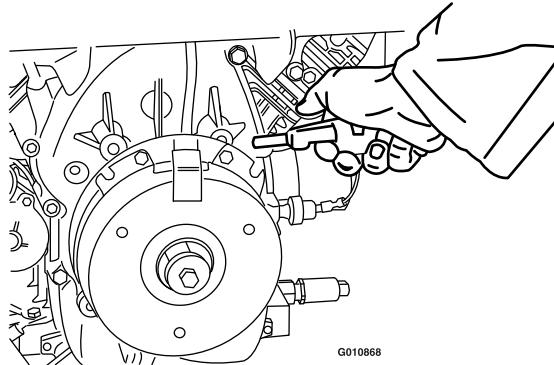

Figura 88
3. Utilizar un compresor de aire, elimine cualquier residuo de debajo del polo de freno y de alrededor de los espaciadores del freno (Figura 88).